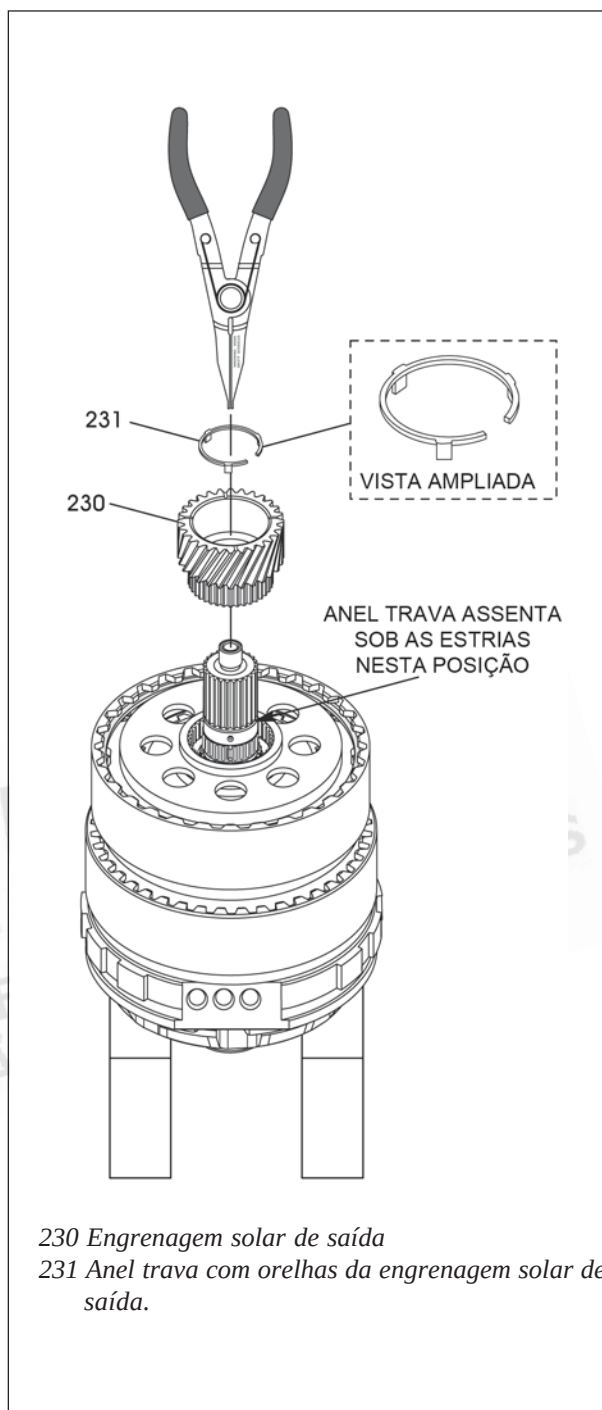

Figura 168
31. Instale a engrenagem solar de saída, conforme mostra a figura 168.
32. Instale um novo anel trava com orelhas com as orelhas voltadas para baixo e após as estrias, conforme mostra a figura 168.